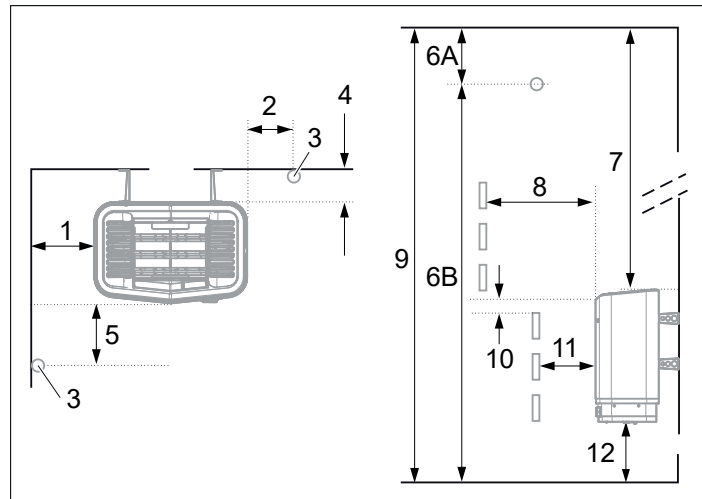
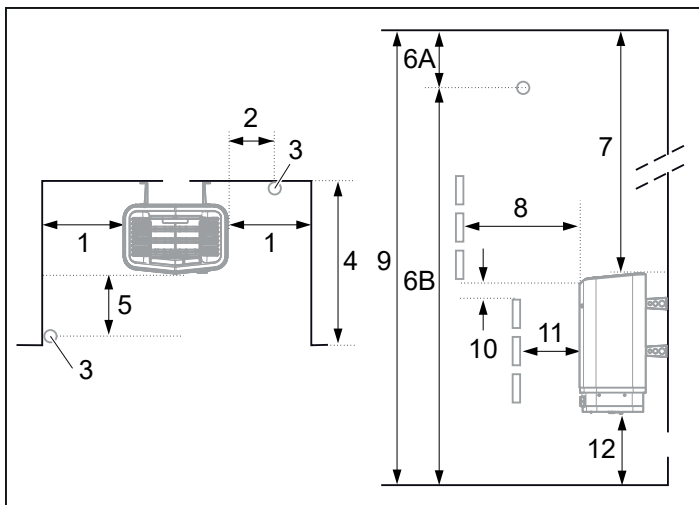

Figure 5 : Positionnement du poêle - installation normale
Figure 7 : Positionnement du poêle - installation en niche
- Déterminez le positionnement de la sonde (voir figure 5, page 36 et figure 7, page 37)
- sur le même mur que la porte (ou la cloison latérale s'il est très près du passage de porte). Le poêle peut également être placé dans une niche (voir figure 7).
- Positionnez le poêle à bonne distance du sol, des murs latéraux et des aménagements intérieurs (voir figure 5).
Positionnez la sonde conformément à l'illustration (voir figure 5).
1. Positionnez le poêle à bonne distance du sol, des murs latéraux et des aménagements intérieurs (voir figure 7).
2. Positionnez la sonde conformément à l'illustration (voir figure 7).